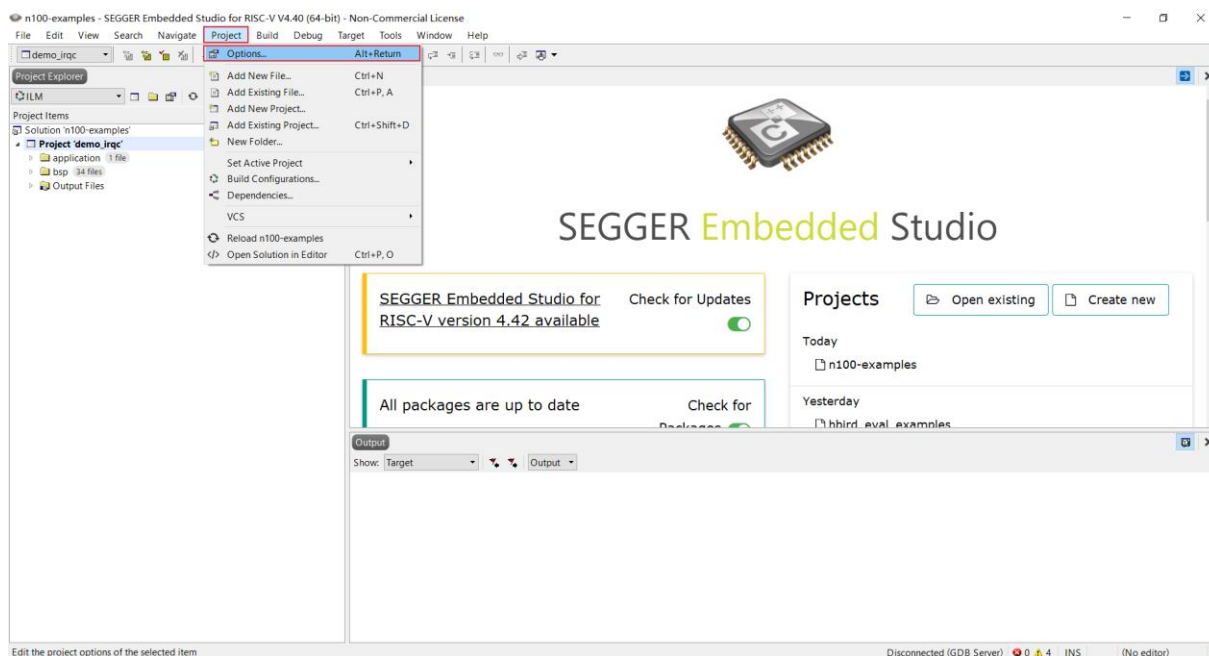

图 4-3 打开工程设置页面
- 点击菜单栏的 Project 选项下的 Options，如图 4-3。